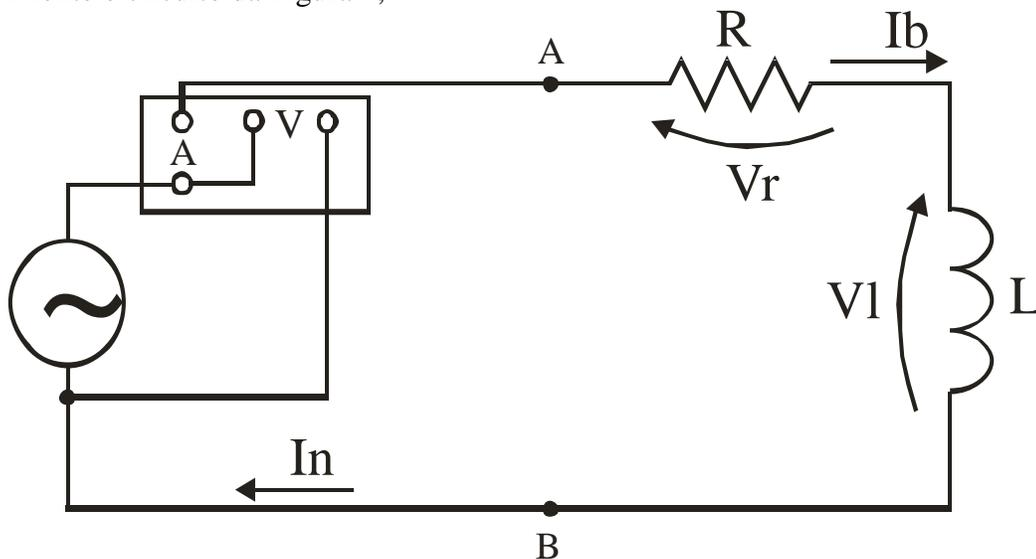

Figura 1: Circuito RL série com baixo fator de potência.
- a) Monte o circuito da Figura 1;
- d) Meça no wattímetro a potência ativa W_1 consumida pelo circuito da Figura 1;
- ii) Apresente a primeira montagem realizada (circuito da Figura 1), e os dados de corrente, tensão e potência medidos neste circuito;
- iv) Com os valores de **R1**, **R2** e **X** obtidos no item anterior, calcule a potência reativa entregue pela fonte ao circuito da Figura 1;
- v) Calcule o fator de potência do circuito da Figura 1;